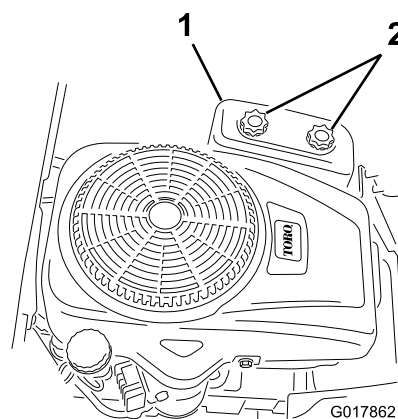

Figure 27
4. Déposez le couvercle du filtre à air en dévissant les 2 boutons (Figure 27).
3. Reposez le couvercle du filtre à air et serrez les deux boutons (Figure 27).